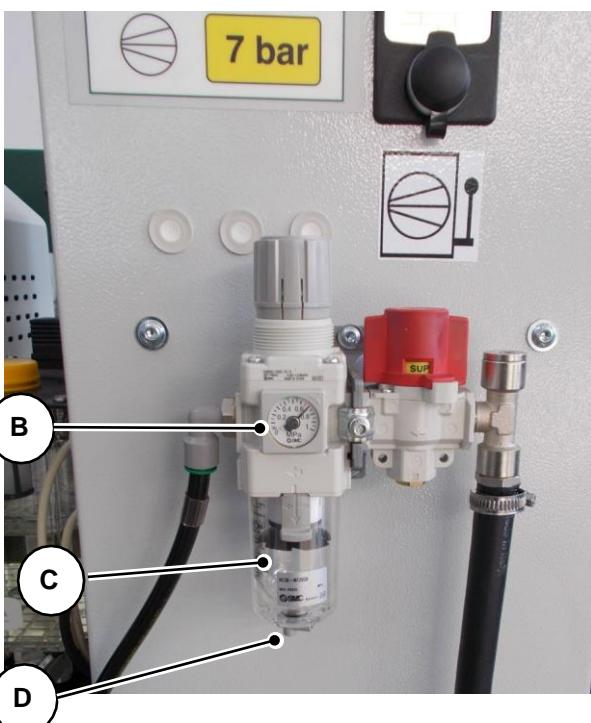

Fig. 09-01
- Verificar o nível do óleo lubrificante de corte "A" (Fig. 09-01) (a ausência de óleo é também assinalada pelo equipamento).
- Verificar a pressão do ar de entrada no manómetro "B" (Fig. 09-01).
- Verificar a existência de condensação no copo "C" (Fig. 09-01). Se houver condensação no copo, pressionar o bocal "D" (Fig. 09-01) para cima até que esta seja drenada (esta operação é efectuada sem desligar o ALVA 50 da alimentação de ar). A condensação é também drenada automaticamente (com a porca de anel aberta) sempre que a mangueira de entrada de ar é desligada.